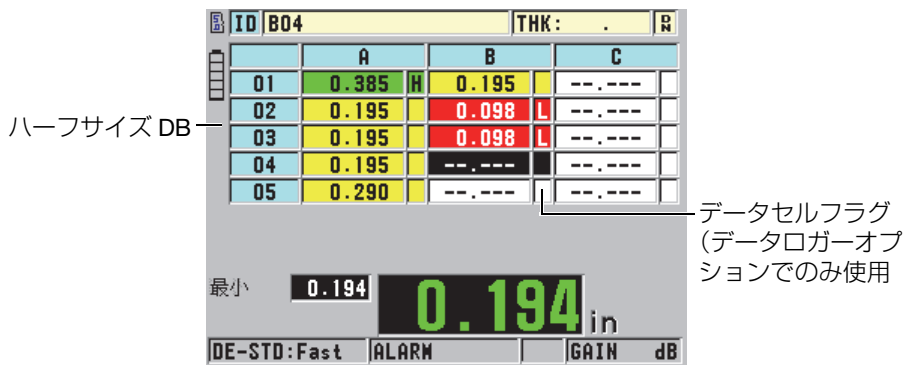

図 9-7 ハーフサイズ DB グリッド
データベースグリッド (DB グリッド) は、2-D データを表にまとめたものです。これにより、ユーザーは ID のプリセットリストを使わなくても、グリッド上で任意方向に自由に移動することができます。次の ID 位置に自動的に増分しないで、矢印キーを使用して希望する位置に移動できます。A-スキャン、DB グリッドおよび厚さ測定値を同時に表示することができます (164 ページの図 9-7 を参照)。厚さ測定値が入る範囲に対応するデータセルフラグおよび背景色を表示するように、グリッドセルを構成することができます。
6. データセルフラグを使用可能なオプションの 1 つに設定して、**DB** グリッドの各データセルで 1 つのデータフラグを表示します。データセルフラグは、データセルで厚さ値の右側の小さなボックスに表示される文字です（164ページの図 9-7 を参照）。使用可能なオプションは次の通りです。